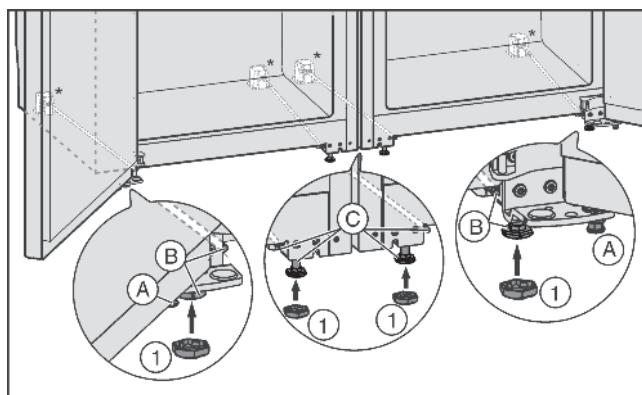

Fig. 4
- При необходимости полностью закрутите установочные ножки Fig. 4 (A) с передней стороны обоих устройств, чтобы они не касались пола.
- Насадите колпачки Fig. 4 (1) на четыре передние установочные ножки.
- Закрутите средние установочные ножки Fig. 4 (C), чтобы они не касались пола.
► Выровняйте комбинацию с помощью внешних установочных ножек Fig. 4 (B).
► Опустите средние установочные ножки Fig. 4 (C) пока они не соприкоснутся с полом.
► После этого подоприте подпорками дверь: Опустите установочные ножки Fig. 4 (A) на опорном кронштейне до их соприкосновения с полом, после этого поверните их на 90°.